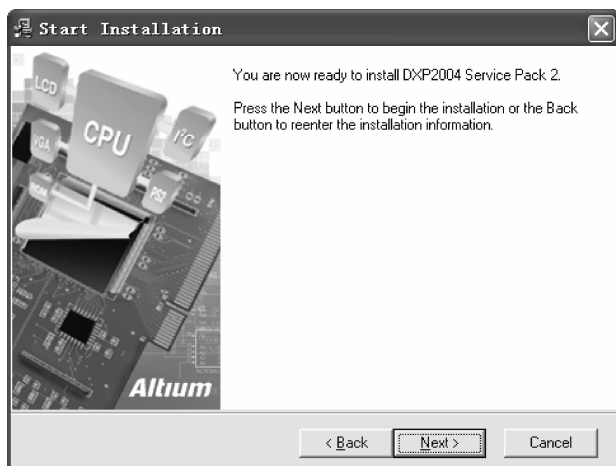

图 1-10 【进入安装】对话框
(3) 步骤三 单击【Next】按钮,将弹出一个对话框,提示进入安装,如图 1-10 所示。